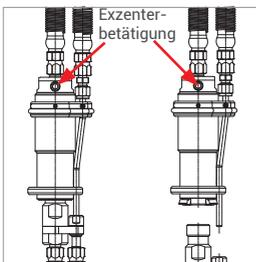

Abbildung 12
- ▶ Stecken Sie den Nippelansatz (Pos. 7) mit montiertem Füllschlauch in den Kupplungskörper (Pos. 1) ein und, falls vorhanden, auf die Gasrückführung (Pos. 6) auf (*Abbildung 12*).